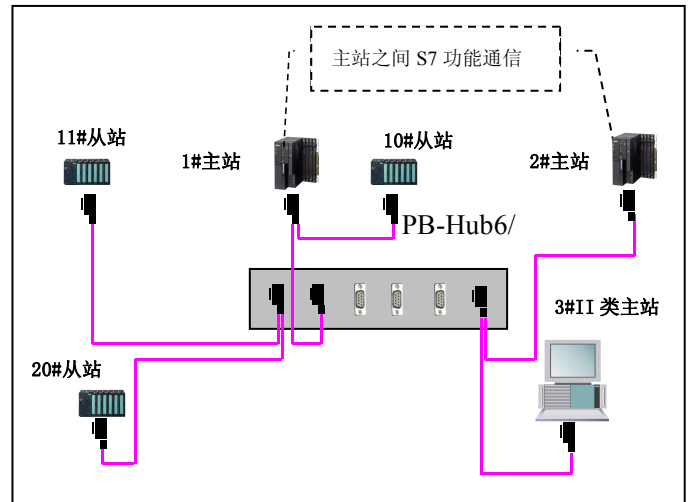

图 1-4
(4) **支持完整的 PROFIBUS 协议：** PB-Hubx/GL 与网络上层协议无关；因此可适用于所有基于 RS485 的 PROFIBUS 协议功能，包括：PROFIBUS-DP/V0、V1、V2 及各种应用行规，包括：PROFIsafe（安全）、Redundancy（冗余）、Ident Systems（识别系统）等等。也支持连接多主站通信，如 S7 FUNCTION 协议、二类主站通信。见图 1-4。